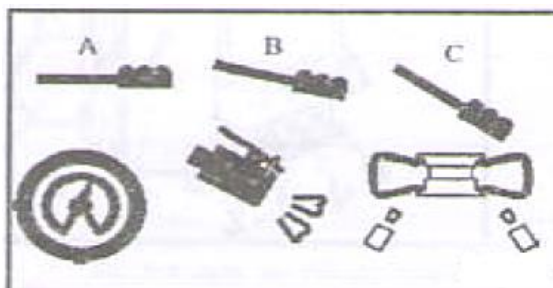

Рис. 21
- Нажать на педаль, установив ее в среднее положение (В – рис. 21).
- Если борт шины не прижат к ободу, вручную поднять шину, чтобы верхний борт оказался на ободке колеса, затем следует нажать на педаль до конца (С – рис. 21).
- Отпустить шину, установить педаль в среднее положение (В – рис. 21) и продолжить накачку шины короткими струями воздуха, постоянно контролировать давление воздуха в шине по манометру между импульсами подачи, накачку производить до достижения требуемого значения давления.